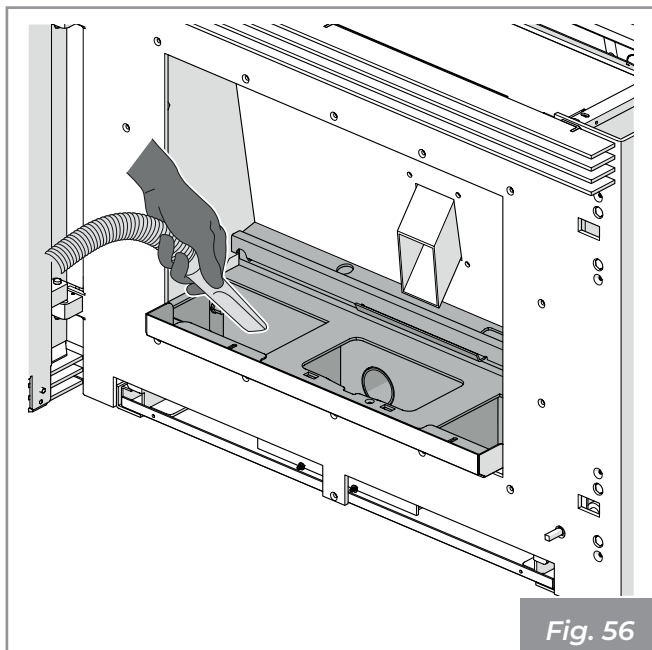

Fig. 56
- Aspirare la cenere residua (Fig. 56).